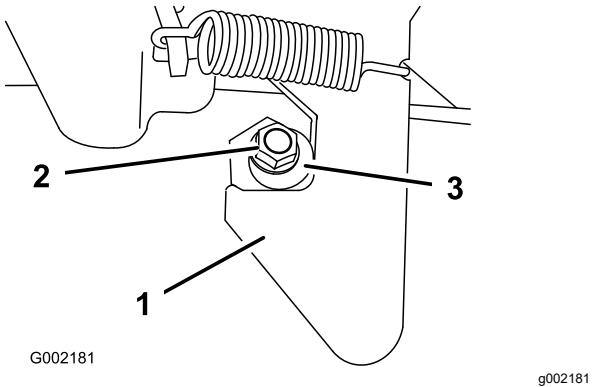

图 68
1. 拧松闩锁杆末端的锁紧螺母 图 68。
2. 顺时针闩锁杆直到它紧贴在闩锁的挂钩部分 图 68。